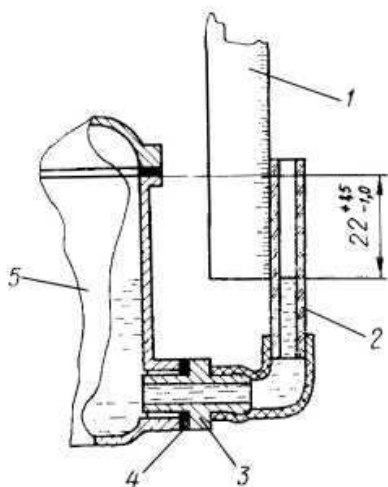

Рис. 102. Проверка уровня топлива в поплавковой камере карбюратора: 1 — масштабная линейка; 2 — стеклянная трубка; 3 — штуцер; 4 — прокладка; 5 — карбюратор
Проверка уровня топлива в поплавковой камере карбюратора. Вариантом проверки уровня топлива в поплавковой камере карбюратора может быть способ, показанный на рис. 102.
- завинтите на место снятой пробки штуцер 3 (рис. 102) со стеклянной трубкой 2 (внутренний диаметр трубки должен быть не менее 9 мм);